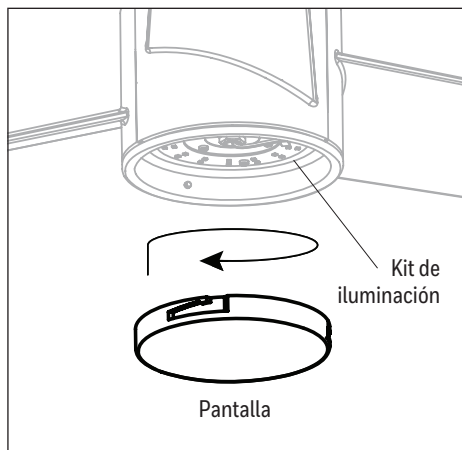

Figure 5.7
7. Levante el pantalla en el kit de iluminación y gire la pantalla en dirección de las manecillas del reloj hasta que esté asegurada (Figure 5.7).